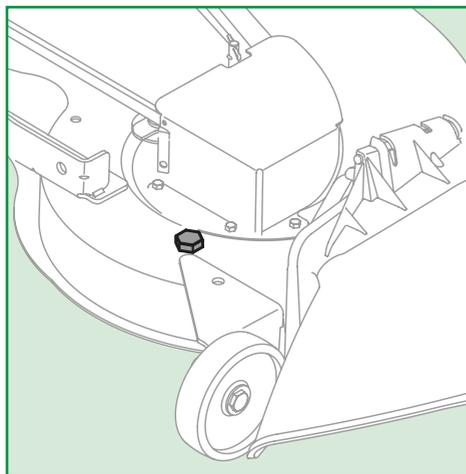
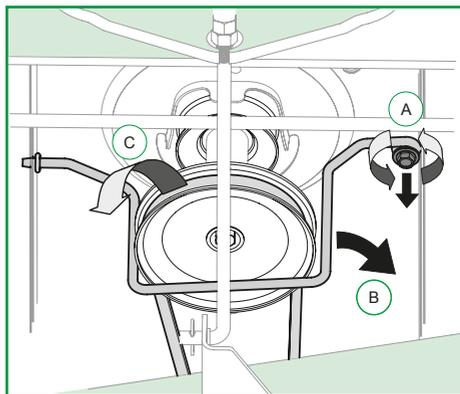

Figura 20
Figura 21
Um retentor hexagonal pode ser encontrado na superfície da plataforma. Ver Figura 20.
8. Deslize o pino transpassando o suporte soldado da plataforma e a haste de elevação prendendo-os com uma presilha, conforme Figura 21;
10. Posicione a correia (C) na polia de transmissão do trator;
11. Ajuste a haste de segurança que mantém a correia na polia de transmissão do trator e fixe-a com um parafuso hexagonal (A) a haste de proteção de segurança (B), conforme Figura 20.